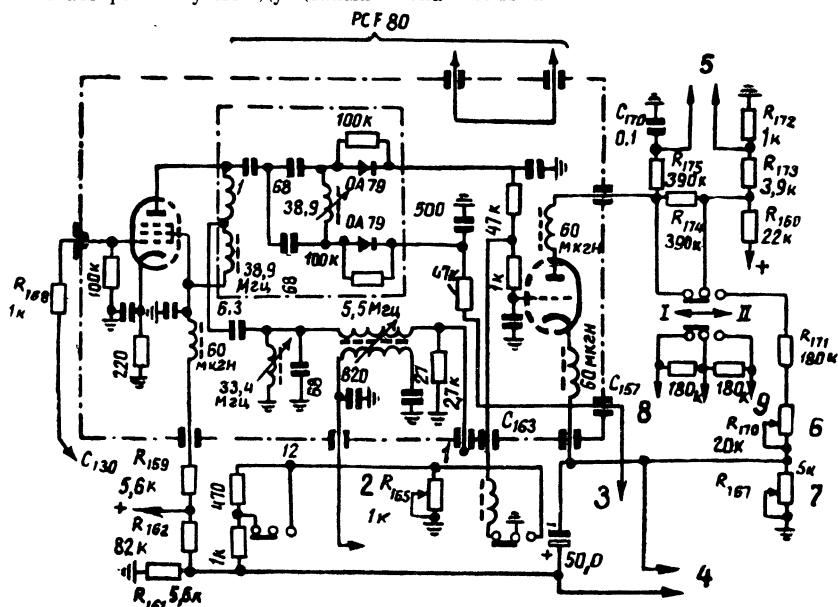

Рис. 35. Схема блока автоматической подстройки частоты гетеродина в телевизорах фирмы Nordmende:
На рис. 35 изображена схема блока АПЧГ фирмы Nordmende. На пентодной части лампы РСF 80 выполнен дополнительный усилитель промежуточной частоты, на полупроводниковых диодах ОА79 — каскад дискриминатора. Фильтр (1) настроен на промежуточную частоту изображения 38,9 МГц. При изменении частоты гетеродина на нагрузке дискриминатора (два сопротивления по 47 ком) образуется